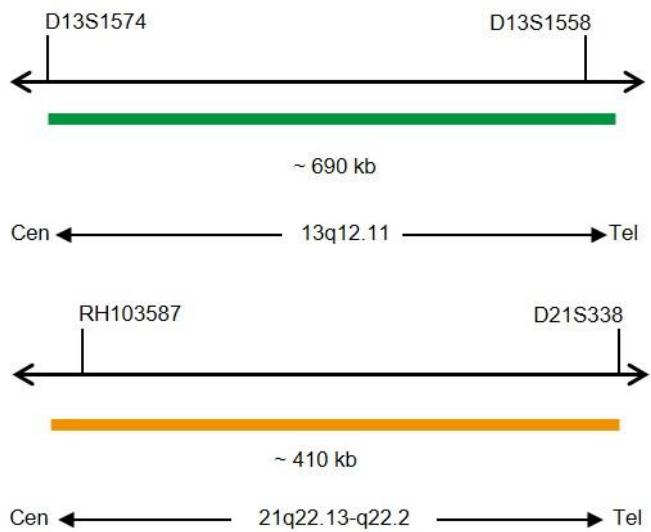

Fig. 1: Cima: SPEC 13q12 Mapa da sonda; Baixo: SPEC 21q22 Mapa da sonda (sem escala)
- Polinucleótidos (~10.0 ng/μl) com marcação ZyGreen (excitação 503 nm/emissão 528 nm), dirigidos ao mapeamento de sequências alvo em 13q12.11* (chr13:20,200,365-20,892,494) (ver Fig. 1).
- Polinucleótidos (~4.5 ng/μl) com marcação ZyOrange (excitação 547 nm/emissão 572 nm), dirigidos ao mapeamento de sequências alvo em 21q22.13-q22.2* (chr21:39,372,983-39,784,773) (ver Fig. 1).